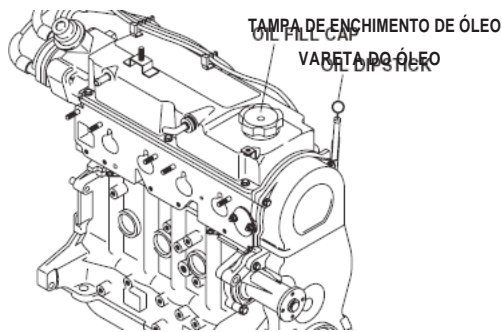

Figura 4 - Vareta de óleo e tampa de enchimento de óleo
1. Verifique o nível do óleo do motor (Figura 4) pelo menos a cada 10 horas de funcionamento, ou antes do uso.